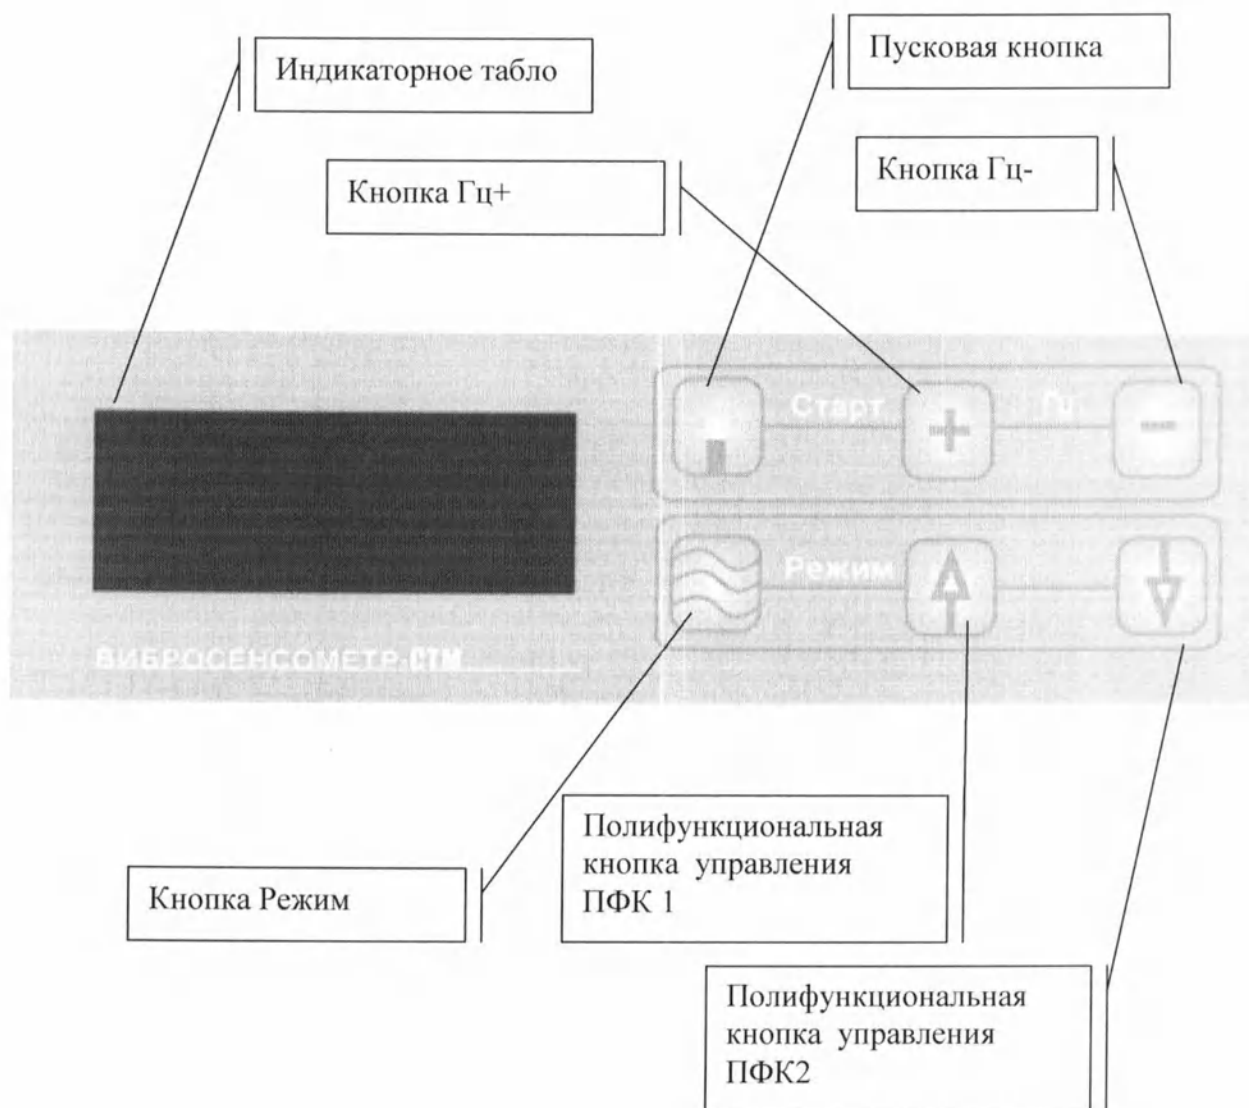

Рис. 2
4.2 Назначение элементов управления и индикации (рис.2).